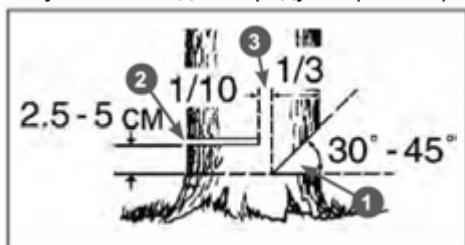

Рис. 11 Расположение запила, пропила и недопила
Ни в коем случае не допиливать до конца недопил 3 (Рис. 11), так как при этом невозможно контролировать направление падения дерева.
- Сделайте основной валочный пропил 2 с противоположной стороны, выше основания запила на 2,5-5 см. Между основным пропилом и запилом должно оставаться недопил 3 примерно 1/10 диаметра ствола. Вставьте своевременно клин в пропил. Недопил 3 действует как шарнир и позволяет контролировать падение дерева (Рис. 11).
- Начните пилить с той стороны дерева, куда оно должно упасть (Рис. 11). Сделайте запил 1 с той стороны, куда должно упасть дерево, глубиной примерно 1/3 диаметра ствола и под углом от 30 до 45 градусов (Рис. 11).